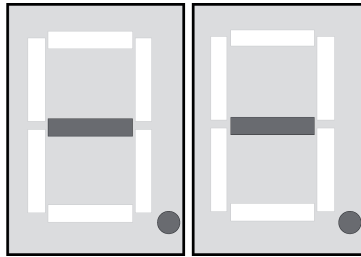

Bild 9: Anzeige „,-“ – Löschen eines Funksenders
- Taste **Enter** (9) ca. 3 Sekunden betätigen.
Die Anzeige (13) zeigt „- -“ (Bild 9). Der Funksender wird aus dem Speicher für diesen Funkkanal gelöscht.